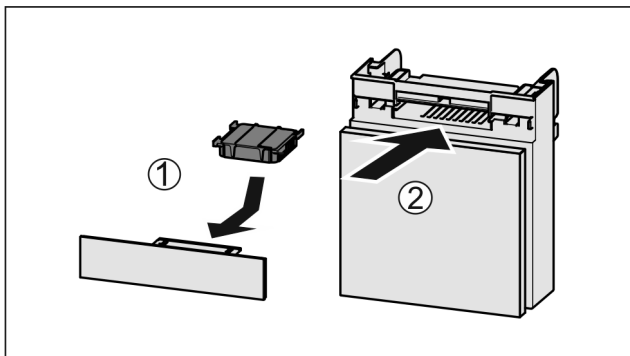

Fig. 64
- ▶ Wkładać Fig. 64 (1) filtr z węglem aktywowanym zgodnie z ilustracją.
- ▶ Wsunąć komorę Fig. 64 (2).